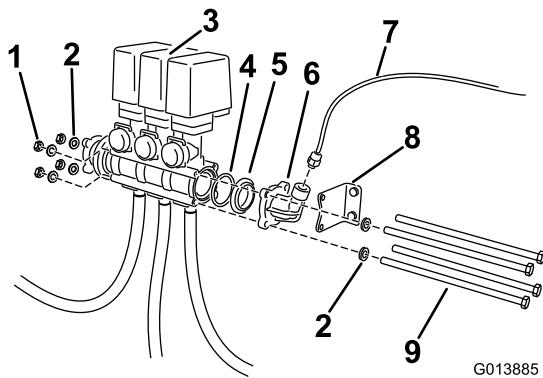

Bild 5
2. Entfernen Sie die langen Schrauben und Befestigungen, mit denen das Ventil befestigt ist (Bild 5).
4. Entfernen Sie den Krümmerdeckel und den Adapter (Bild 5).